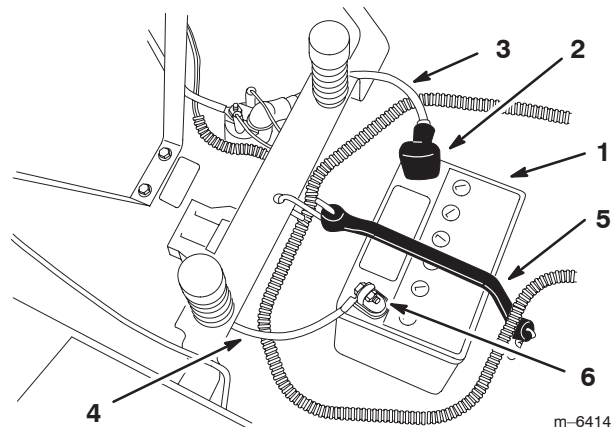

Figure 33
4. Débranchez le câble négatif (noir) de mise à la masse de la borne de la batterie (Fig. 33).
5. Repoussez le capuchon en caoutchouc sur le câble positif (rouge). Débranchez le câble positif (rouge) de la borne de la batterie (Fig. 33).
6. Enlevez la sangle de maintien de la batterie (Fig. 33) et ôtez la batterie de son support.
1. Placez la batterie sur son support, les bornes à l'opposé du panneau de commande (Fig. 33).
4. Fixez les câbles à l'aide de 2 boulons (1/4 x 3/4"), rondelles (1/4") et contre-écrous (1/4") (Fig. 33).
6. Fixez la batterie en place à l'aide de la sangle de maintien (Fig. 33).